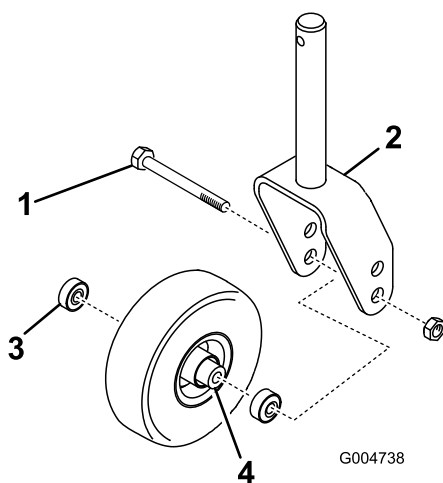
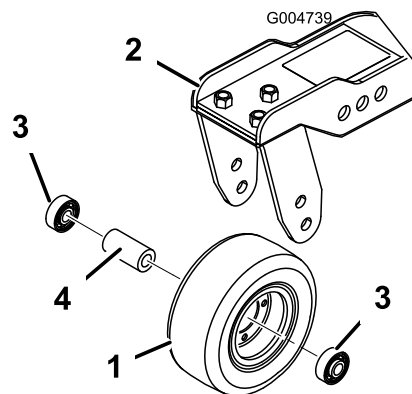

Рисунок 126
Рисунок 127
1. Выверните контргайку с болта, удерживающего узел поворотного колеса между вилкой (Рисунок 126) или рычагом (Рисунок 127) поворотного колеса.
2. Извлеките подшипник из ступицы колеса и дайте выпасть распорной втулке подшипника (Рисунок 126 и Рисунок 127).